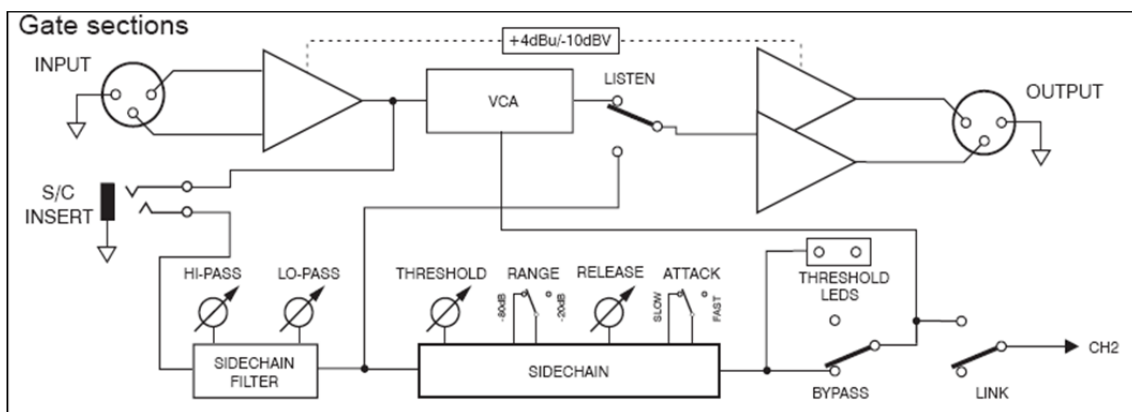
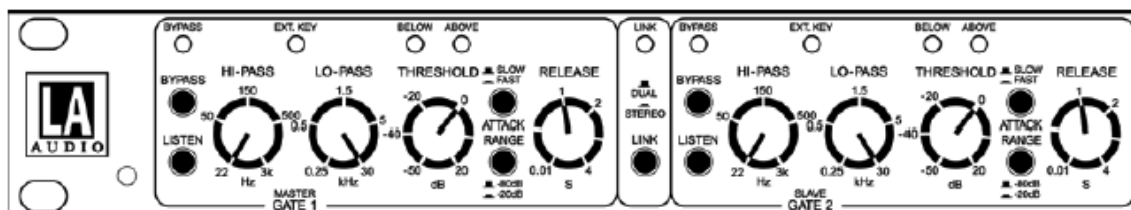

Figura 3.4 Diagrama de bloques de la puerta de ruido GC400. Tomado de [1].
Figura 3.5 Panel frontal de la puerta de ruido GC400. Tomado de [1] .
En la Figura 3.4 se incluye el diagrama de bloques de la puerta de ruido utilizada en el laboratorio. Así mismo, en la Figura 3.5, se pueden observar los controles del dispositivo, los cuales se describen a continuación:
- **Led EXT-KEY:** este LED se ilumina cuando la señal de control que se emplea es externa. Como se puede ver en la Figura 3.4, la puerta de ruido permite emplear una señal externa en este punto, de forma que la señal a procesar y la de control son diferentes. El conmutador S/C INSERT del diagrama de bloques muestra la posibilidad de activar la señal externa o, en cambio, utilizar la misma señal para ambas necesidades.